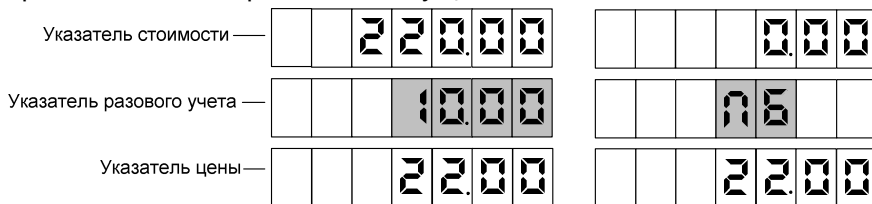

Рисунок 1
7.3 Когда колонка готова к отпуску топлива, на указателе разового учета появляется мигающая *заданная* доза, а в случае отпуска до полного бака – символы "ПБ" (рисунок 1). Это дает удобный способ определить, когда можно начать отпуск, а также убедиться, что задано именно то количество топлива, которое заказано. При продолжении заправки всегда отображается *отпущенная* доза.